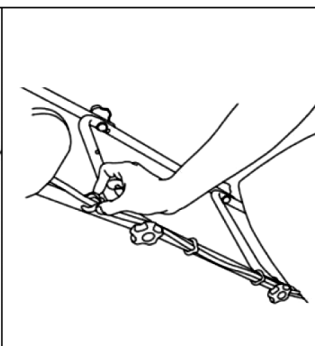

Рис. 8
- Закрепите электрический провод с помощью держателя кабеля (рис. 8).